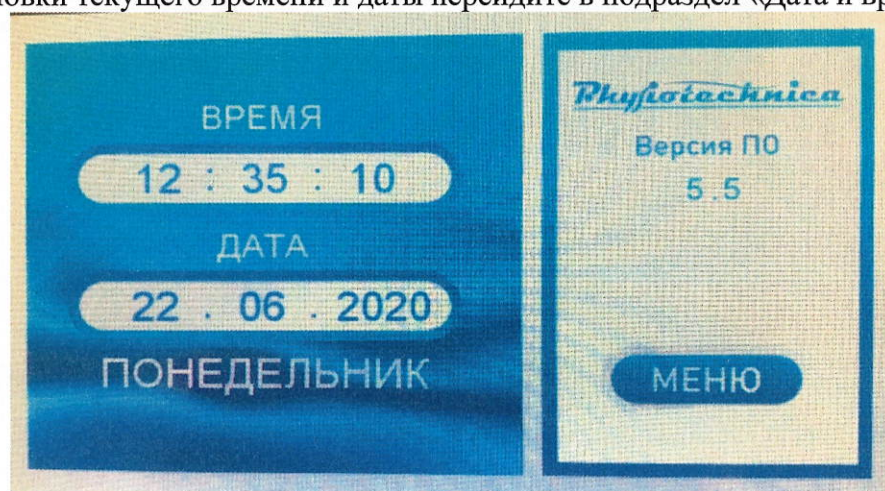

Рис. 12. Меню настроек «Дата и время»
8.5. Для установки текущего времени и даты перейдите в подраздел «Дата и время» (Рис. 12).